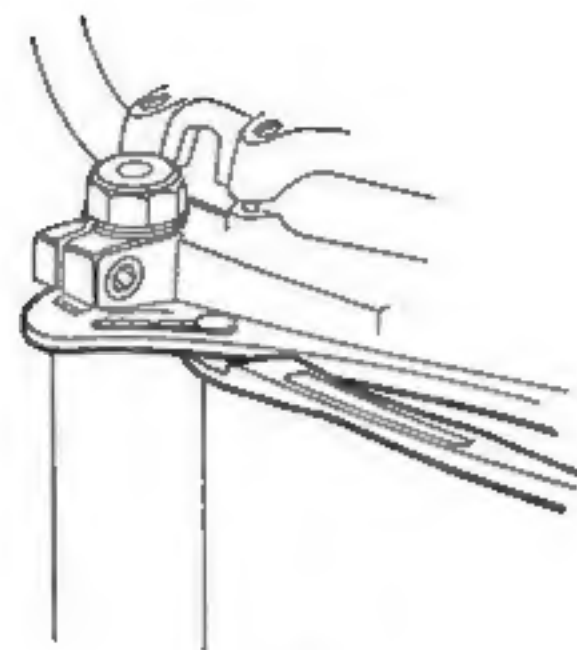

Fig. 1
- Soulever suffisamment l'ensemble plaque supérieure et guidon de façon à permettre le passage d'une pince multiprise (fig. 1).